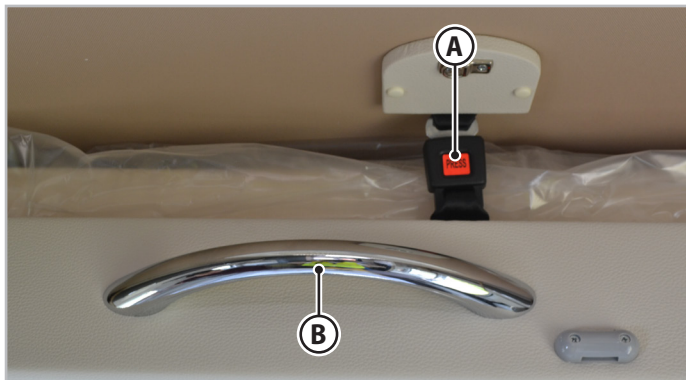

Fig. 6.18 - Vipubar seng foran
1. Lås opp sikkerhetsanordningen (**A** - Fig.6.18).
2. Trykk på det aktuelle bevegelseshåndtaket (**B** - Fig.6.18) og før sengen til endeposisjon.
1. Trykk på det aktuelle bevegelseshåndtaket (B - Fig.6.18) og før sengen til endeposisjon.
2. Fest sengen igjen ved hjelp av sikkerhetsanordningen (A - Fig.6.18).